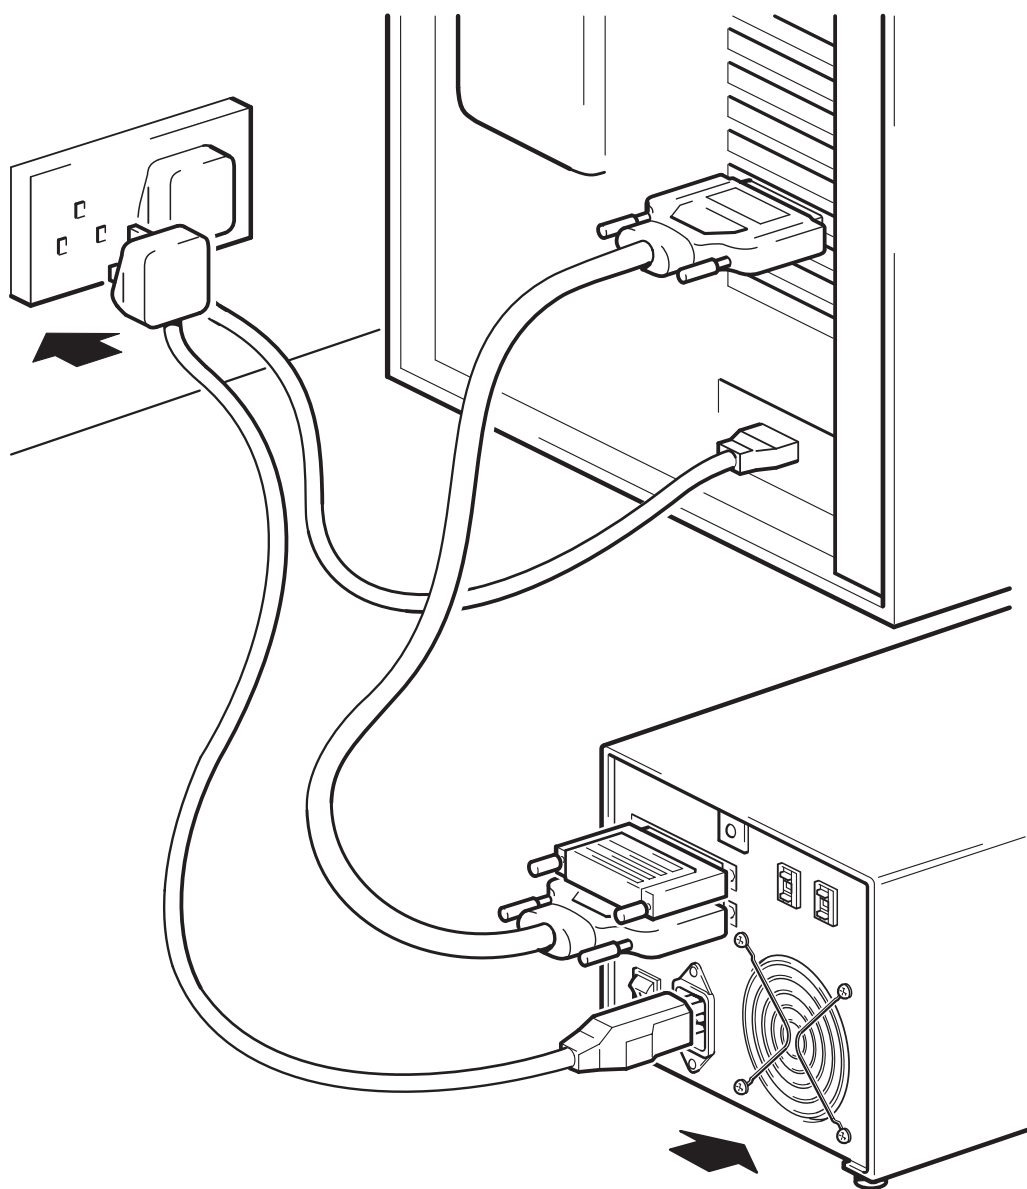

图 7：连接电源电缆
- 2 将电源电缆牢固地插入自动装载器后面板上的插座中。（见图 7。）